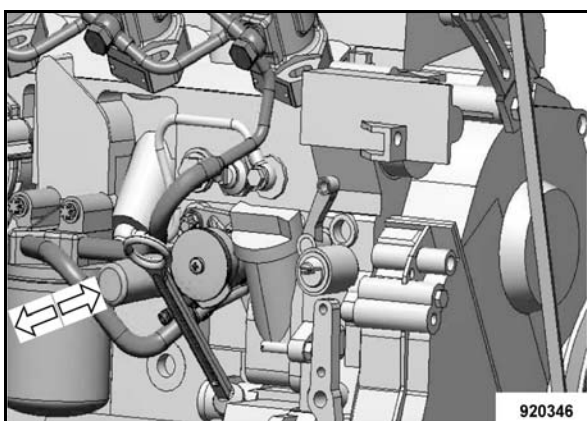

Fig. 158
- Azionare la pompa a mano (Fig. 158) fino a quando si avverte una forte resistenza e si è generata una pressione.